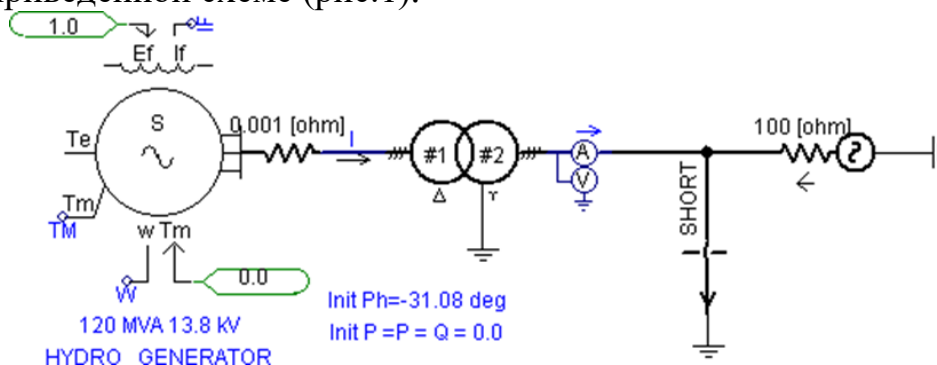

Рисунок 1 - Схема
1. Произвести имитационное моделирования КЗ синхронной машины, согласно приведенной схеме (рис.1).